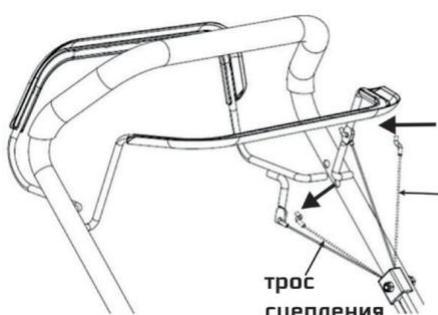

Рис.4.
- Для монтажа тросика включения привода на колеса аккуратно отодвиньте скобу, вставьте тросик в кронштейн и защелкните его. Рис.4.